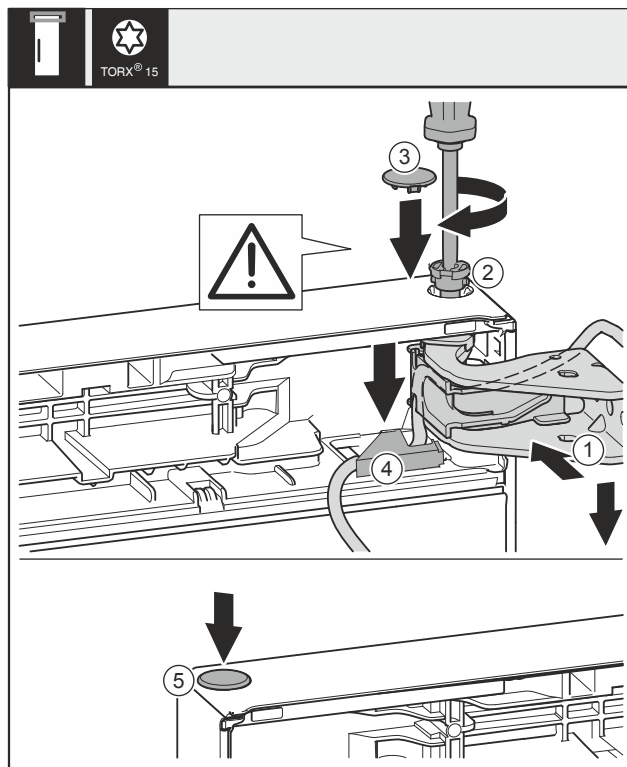

Fig. 44
- ▶ Вирівняйте дверцята зверху по отвору в опорному кронштейні Fig. 44 (1).
- ▶ Вставте штифт Fig. 44 (2) та закрутіть за допомогою викрутки.
- ▶ Встановіть захисну кришку для захисту дверцят: Вставте захисну кришку Fig. 44 (3) і проконтролюйте, щоб вона прилягала до дверцят. Якщо це не так, повністю вставте штифт.
- ▶ Вставте кришку Fig. 44 (4) та натисніть на неї до клацання.
- ▶ Вставте пробку Fig. 44 (5).